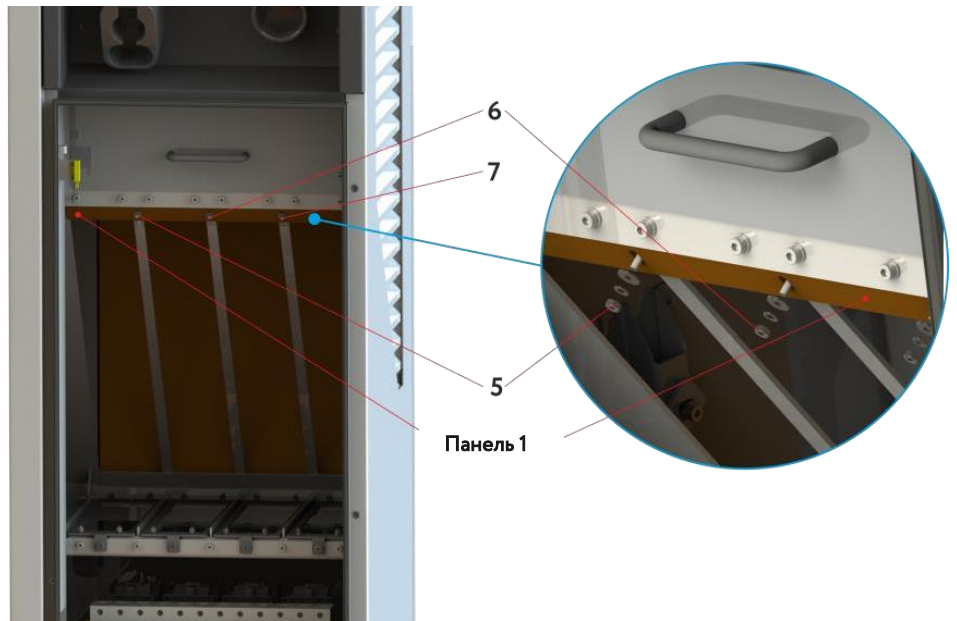

Рисунок 5.16. Місце установки зарядних модулів
8. Вилучіть кріплення 5, 6, 7 та зніміть захисну панель 1 (рис. 5.16).